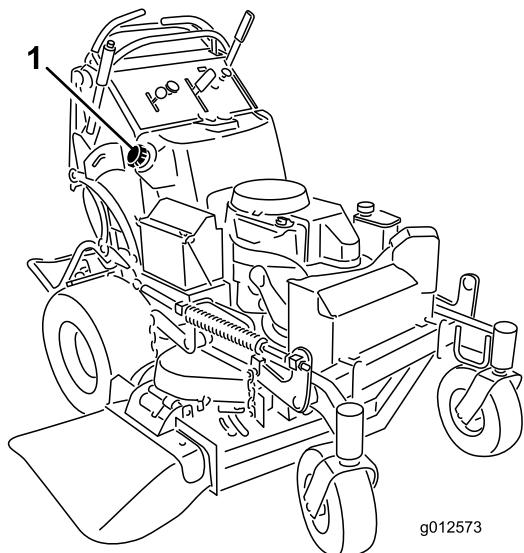

図 51
5. サイホンポンプを使って燃料タンクからガソリンを抜き出す（図 51）。